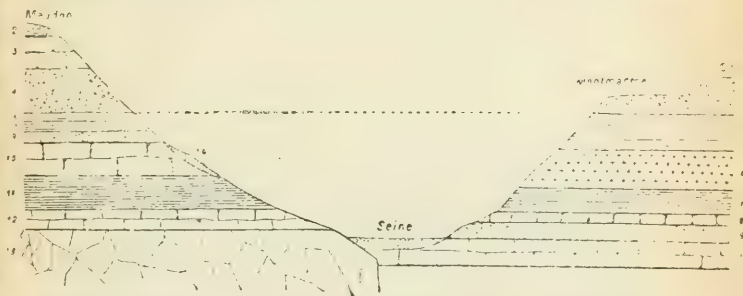

FIG. 82. — Coupe de la vallée de la Seine de Montmartre à Meudon.
92. — Les *cours d'eau* sont formés ou par l'eau de *ruissellement* provenant des pluies, ou par les *eaux d'infiltration* arrivant au jour par des sources (fig. 82), ou par les eaux provenant de la fonte des neiges et des glaciers, quelquefois par deux de ces circonstances ou toutes les trois à la fois.